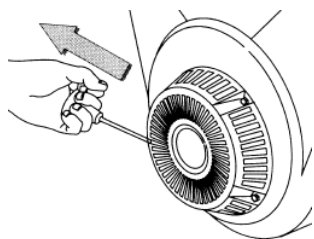

Рис. 2
- Плавно вытянуть до упора трос ручного стартера за ручку и вернуть в исходное положение (см. также рис. 2).
- При пуске придерживая генератор за раму, резко с интенсивным усилием вытянуть трос стартера до упора (рис. 2), повторив действие несколько раз при необходимости.